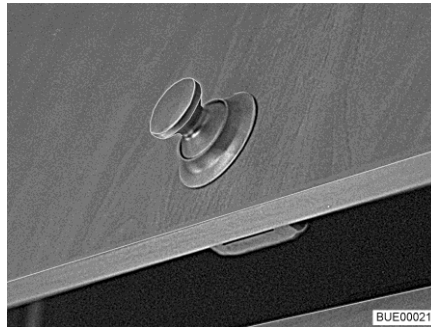
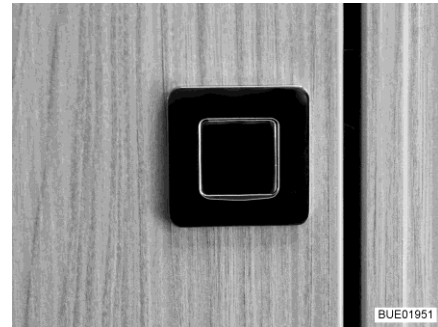

Fig. 61 Porte de placard avec bouton-poussoir (rond)
Fig. 62 Porte de placard avec bouton-poussoir (rectangulaire)
- Appuyer sur la partie intérieure de la serrure. Le bouton-poussoir (Fig. 61 ou Fig. 62) ressort.